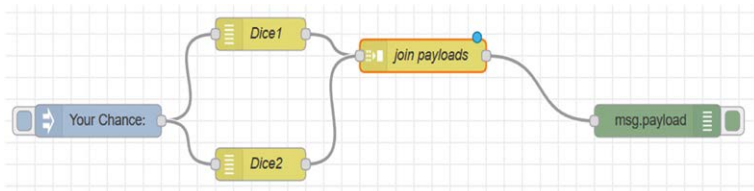

Figure 4.27 Joindre les cinq nœuds ensemble
- Rejoindre les cinq nœuds comme indiqué dans la figure 4.27, et cliquer **Déployer**